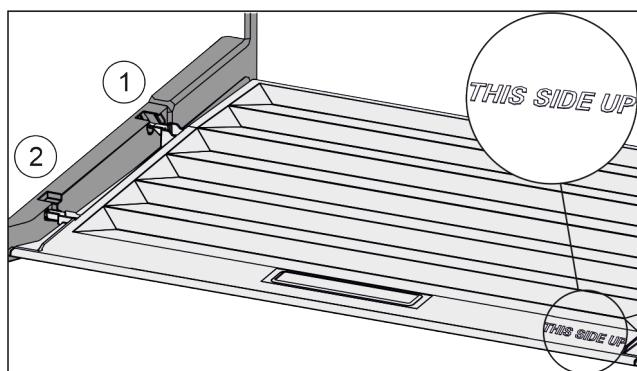

Fig. 23
- Пъхнете шийките на капака през отвора в задния държач Fig. 23 (1) и фиксирайте отпред в държача Fig. 23 (2).